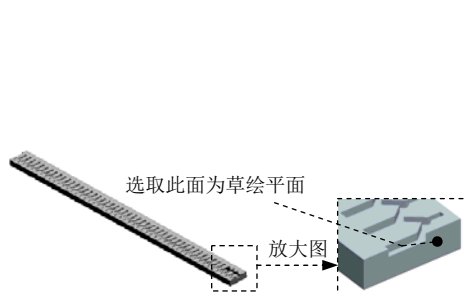

图 8.10.11 选取草绘平面
- (1) 在 **模型** 功能选项卡选择 **工程** **环形折弯** 命令。
- (2) 在图形区右击，然后在弹出的快捷菜单中选择 **定义内部草绘...** 命令。
- (3) 选取图 8.10.11 所示的端面为草绘平面，接受默认的草绘参考。